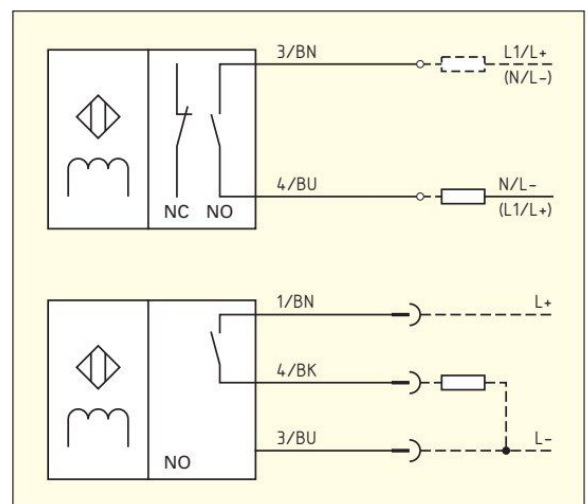

Bild 2: Ausführungsarten von induktiven Näherungsschaltern
3. **a)** Beschreiben Sie die Zweidraht- und Dreidrahtausführung von induktiven Näherungsschaltern. **b)** Analysieren Sie die beiden Ausführungsarten in **Bild 2**. **c)** Welche Bedeutung haben NO und NC?